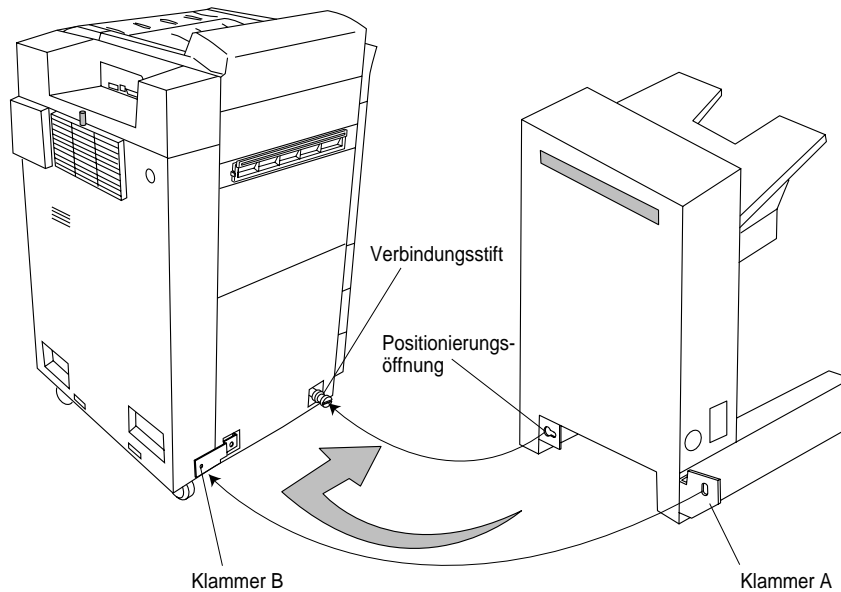

Abbildung 3-68 Trennen von HLA-Einheit und Drucker
1. Der Drucker ist über einen Anschlußstift mit der HLA-Einheit verbunden. Dieser Stift paßt genau in die Positionierungsöffnung an der HLA-Einheit. Siehe Abbildung 3-68.